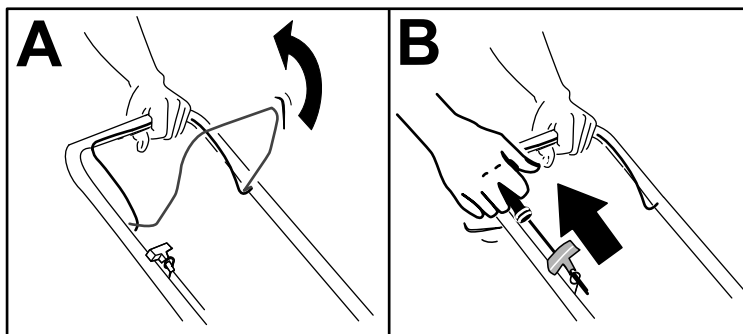

Figura 11
1. Tire de la barra de control de la cuchilla hacia el manillar, y sujétela en esa posición (Figura 11, A).
2. Tire del arrancador de retroceso (Figura 11, B).